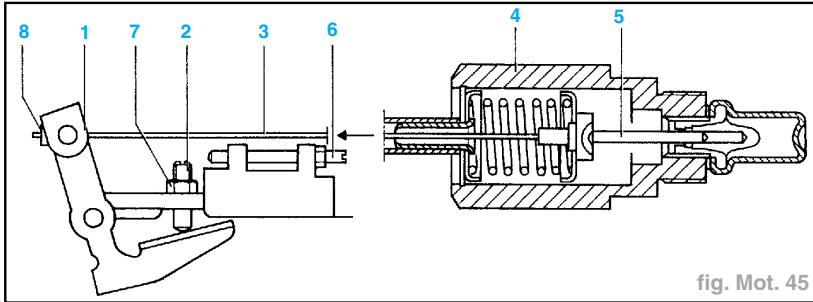

fig. Mot. 45
- Dans le cas contraire, on dévissera la vis de réglage du débit résiduel (6) jusqu'à disparition de la condition ci-dessus, lors de la reprise du test (fig. Mot. 45).
- Après le contrôle, procéder au réglage du ralenti en se servant de la vis (2) jusqu'à obtention du régime préconisé :
- Après le réglage, visser la vis de débit résiduel (6) jusqu'à obtention d'une hausse de régime d'environ **10 tr/mn** ; dévisser ensuite la vis de débit résiduel (6) de **0,5 à 1 tour** puis la bloquer avec le contre-écrou prévu à cet effet.
- Une fois le réglage terminé, bloquer la vis de réglage (2) à l'aide de l'écrou (7).
- Pour le réglage périodique du régime de ralenti on ne devra pas intervenir sur la vis (6) afin de ne pas nuire au bon fonctionnement de la pompe d'injection.